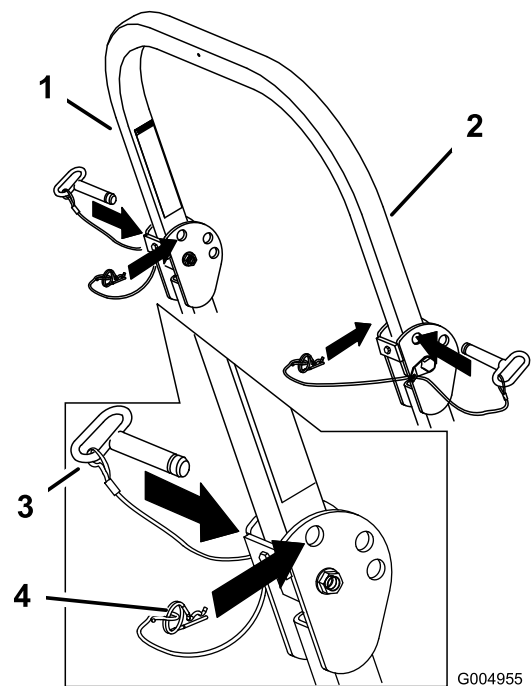

Figura 10
1. Retire los pasadores de horquilla y retire los dos pasadores (Figura 10).
3. Instale los dos pasadores y fíjelos con los pasadores de horquilla (Figura 10).
4. Para elevar la barra anti-vuelco, retire los pasadores de horquilla y retire los dos pasadores (Figura 10).
5. Eleve la barra anti-vuelco a la posición vertical, instale los dos pasadores y fíjelos con los pasadores de horquilla (Figura 10).